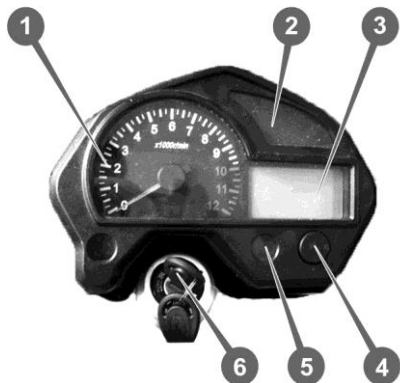

Рисунок 3.2.2. Панель приборов
Во время периода обкатки максимальное число оборотов коленчатого вала двигателя не должно превышать 5,5х1000 об./мин. (см. рис. 3.2.2.), следует избегать трогания с места с полностью открытой дроссельной заслонкой и резких разгонов. Первые 100 км обкатка должна производиться без перевозки пассажира и без всякого груза. Избегайте движения с полностью открытым дросселем при переключении передач. В течение первых 500 км периода обкатки максимальная скорость не должна превышать 35-40 км/ч. В течение периода обкатки 500-1000 км максимальная скорость не должна превышать 55-60 км/ч, суммарная нагрузка – не более 100 кг.
- в коробке передач включена НЕЙТРАЛЬ: на панели приборов (см. рис. 3.2.2.) светится индикатор нейтральной передачи;